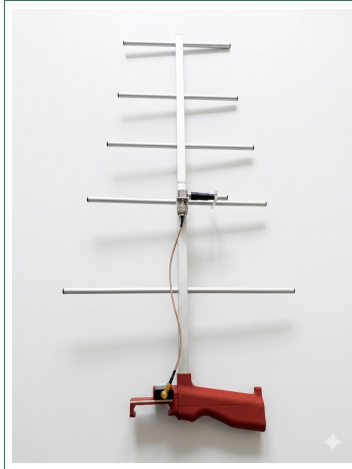

Figure 7: Antenne montée avec sa poignée
- ▶ Une poignée pour l'antenne (ici en rouge sur la figure 7).